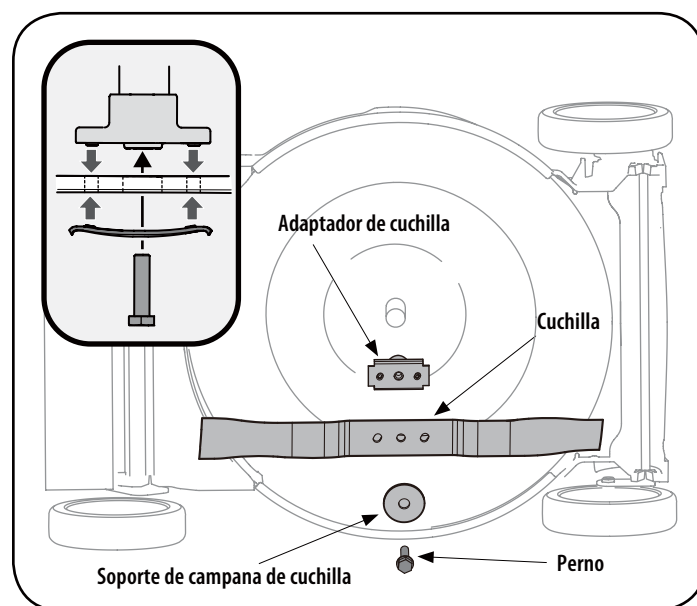

Figura 18
3. Retire el perno y el soporte de campana de la cuchilla que sujetan la cuchilla y el adaptador de la cuchilla al cigüeñal del motor. Ver la Figura 18.
6. Lubrique el cigüeñal del motor y la superficie interior del adaptador de la cuchilla con aceite ligero. Deslice el adaptador de la cuchilla sobre el cigüeñal del motor. Coloque la cuchilla en el adaptador de manera que el lado de la cuchilla marcado "Lado de césped" (o con el número de pieza) quede orientado hacia el suelo cuando la cortadora de césped esté en la posición de funcionamiento. Asegúrese de que la cuchilla esté alineada y asentada en las bridas del adaptador de la cuchilla. Ver la Figura 18 insertada.